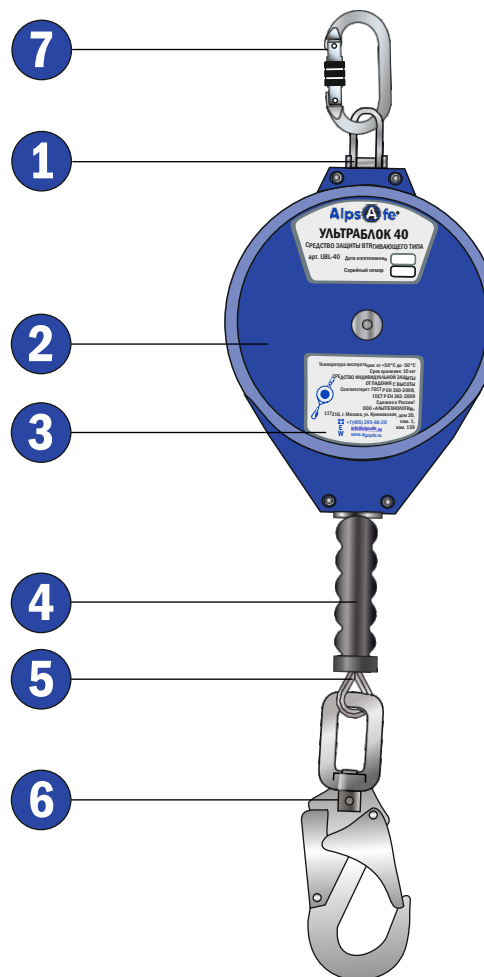

рис. 1
2. ТЕХНИЧЕСКИЕ ХАРАКТЕРИСТИКИ И ОПИСАНИЕ (рис. 1)